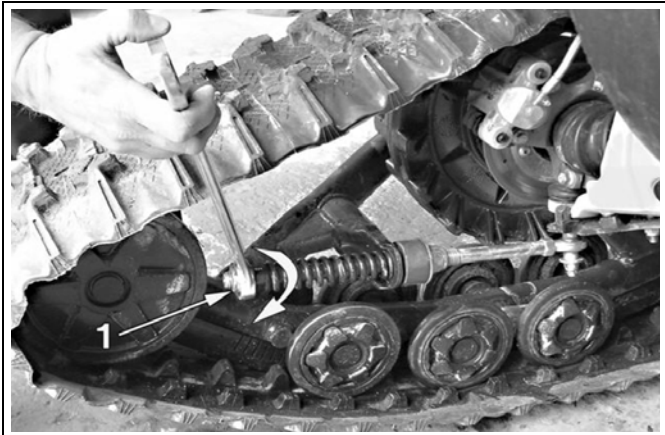

Abbildung 6
- Drehen Sie Mutter (1) bis diese die Feder berührt, dann drücken Sie die Feder zusammen, indem Sie diese Mutter 1,5 Drehungen drehen (siehe Abbildung 6).
HINWEIS: In einigen seltenen Fällen, wenn die Mutter (Teil 1 in Abbildung 6) zum Zusammendrücken der Feder durch Einstellen das Ende der Gewindestange erreicht hat, verlängern Sie die Baugruppe, indem Sie die Gegenmutter (Teil 3 in Abbildung 7) lösen und den Stangenkopf soweit heraus-schrauben, dass max. 19 mm des Gewindes sichtbar sind. Achten Sie darauf, dass Sie die Gegenmutter nach der Montage wieder gut festziehen.